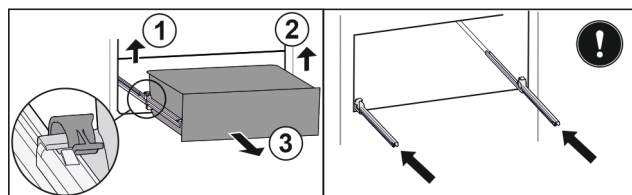

Fig. 17
- Підняти лівий затискач і одночасно висувний ящик ліворуч потягнути вперед. Fig. 17 (1)
- Підняти правий затискач і одночасно висувний ящик праворуч потягнути вперед. Fig. 17 (2)
- Вийняти висувний ящик рухом вперед. Fig. 17 (3)